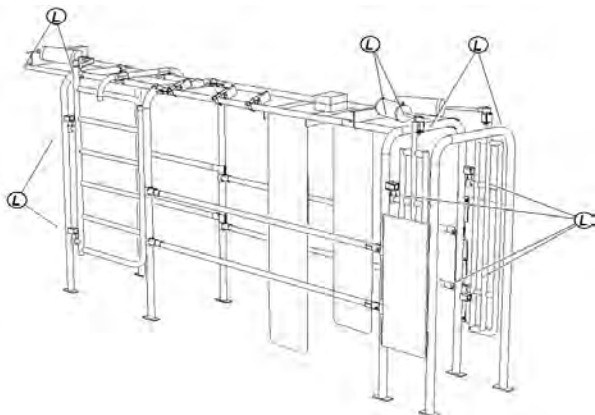

Рисунок 2.6 – Смазка узлов отсекающих и двухстворчатых ворот
Смажьте жидким маслом все шарнирные и передаточные соединения (L) на двухстворчатых распахивающихся и сортировочных воротах (рис. 2.6).